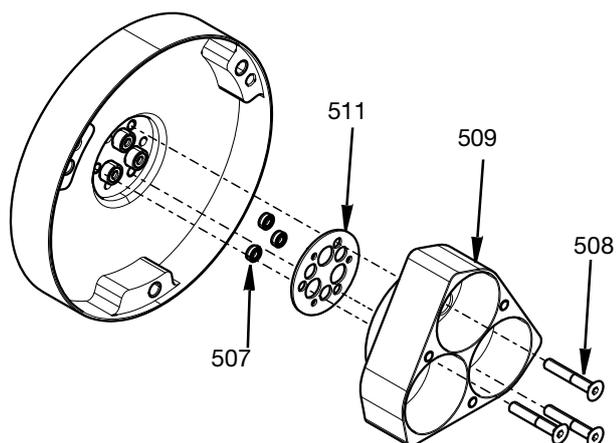

FIG. 14
6. Открутите три винта M4 (508), фиксирующие корпус пневматического цилиндра (509). После снятия корпуса воздушного цилиндра можно снять прокладку корпуса цилиндра (511) и уплотнения штока (201). Процедуру снятия уплотнений штока см. в разделе **Комплект инструментов для установки и снятия уплотнений, 25T489**, стр. 35. См. FIG. 14.